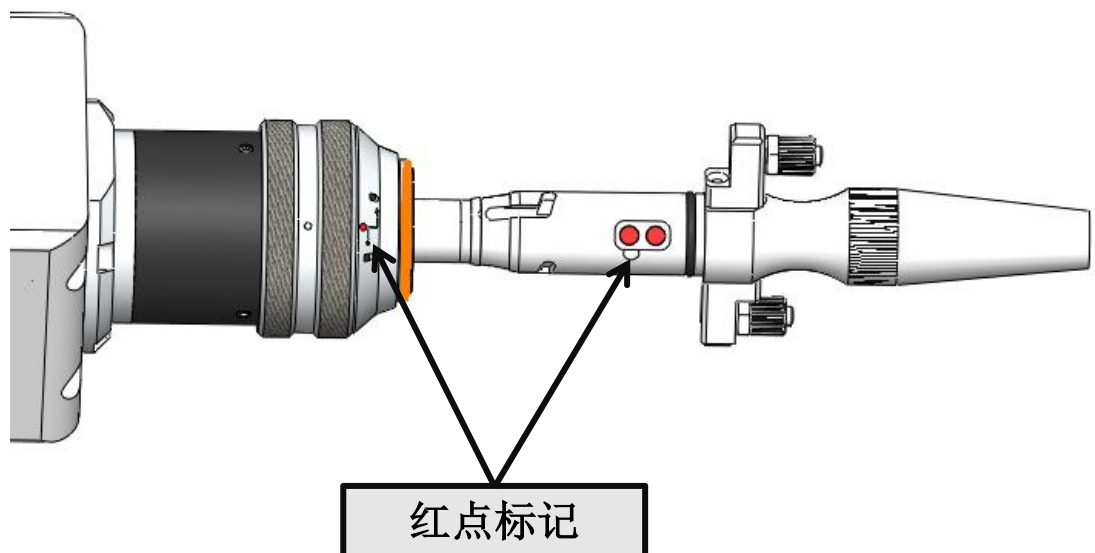

图2.4
- ④ 光纤头上红点对准QBH连接器的红点，慢慢将光纤头插入QBH连接器中，如下图2.4所示：